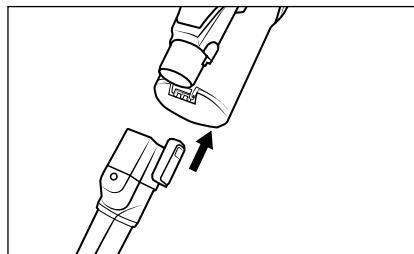

Fig. 14
- Utilisez le suceur à brosse ronde ⑯ avec ses poils durs pour les saletés incrustées sur les tapis grossiers ou les habitacles de voiture très sales. L'embout brosse se détache de la buse pour aspirer par exemple les inserts arrondis ou les compartiments de rangement dans la voiture.
- ◆ Faites glisser l'accessoire sur le tube d'aspiration ④ ou sur l'orifice d'aspiration de l'appareil jusqu'à ce qu'il s'enclenche de manière audible avec un bruit de clic (voir fig. 14). Veillez ce faisant à respecter la bonne position du verrouillage.